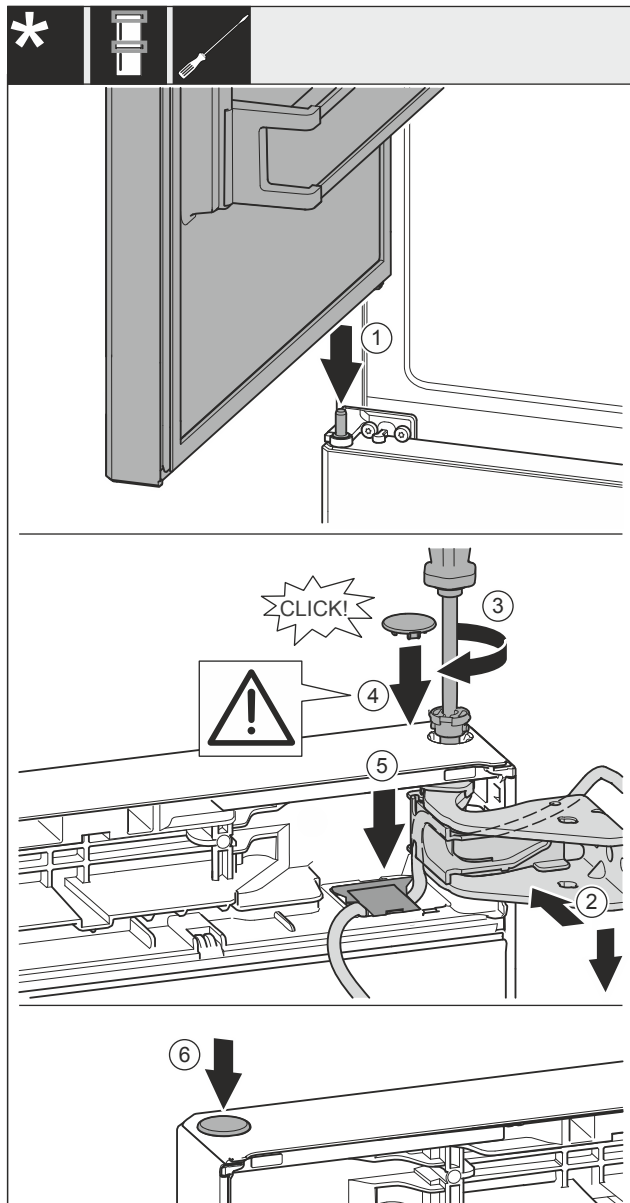

Fig. 51
- ▶ Установите верхнюю дверь на средний опорный палец Fig. 51 (1).
- ▶ Выровняйте дверь вверху по отверстию в опорном кронштейне Fig. 51 (2).
- ▶ Вставьте палец Fig. 51 (3) и затяните отверткой.
- ▶ Установите крышку Fig. 51 (4).
- ▶ Проследите за тем, чтобы крышка Fig. 51 (4) прилегала к дверям.
- ▶ Установите крышку Fig. 51 (5) и прижмите вниз до момента фиксации.
- ▶ Установите крышку Fig. 51 (6).